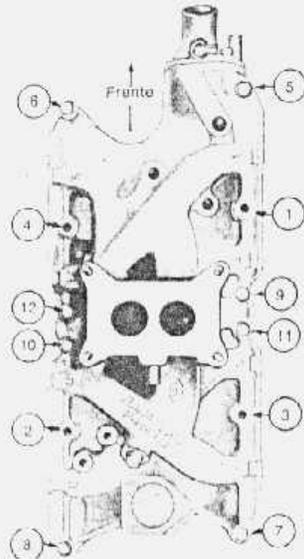

fig. 9 — sequência de aperto de parafusos do coletor
5. Verificar se os furos das juntas estão alinhados com os do coletor e instalar os parafusos e porcas de fixação do coletor. Apertar os parafusos de fixação do coletor, na sequência indicada pela fig. 9, segundo a especificação.
16. Desligar o motor e reapertar os parafusos do coletor, seguindo a sequência mostrada na fig. 9, com o torque especificado.